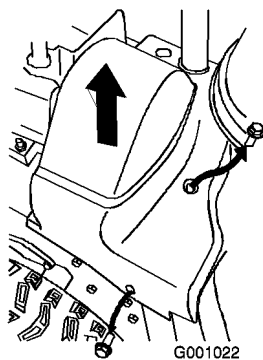

Figure 38
2. Soulevez le côté droit du couvercle de courroie (Figure 38).